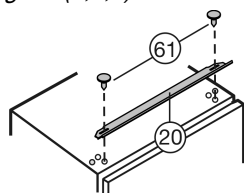

Fig. 15
- Atornille el panel de compensación Fig. 15 (20) a través de los agujeros oblongos sobre el aparato Fig. 15 (61).
- Desplace el panel de compensación Fig. 15 (20) hasta el tope del lado del tirador.